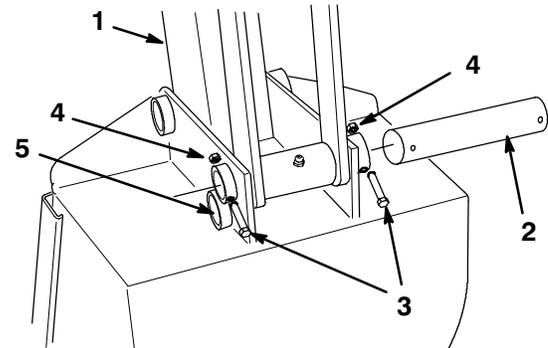

Figure 27
1. Retirer les boulons et écrous de fixation de l'axe supérieur du godet (Fig. 27).
3. Pivoter le godet vers le haut pour aligner la seconde paire de trous de montage dans le bras de godet (Fig. 27).